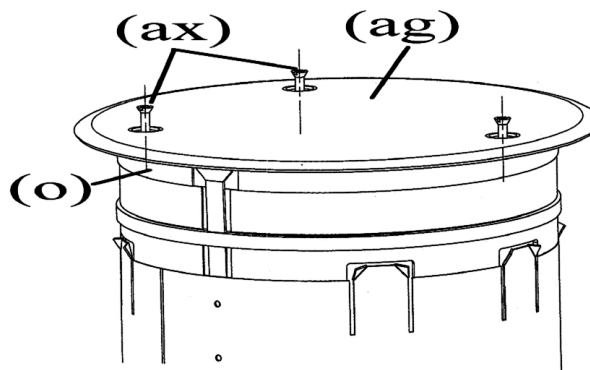

Fig. 6
2. Retirer le couvercle en enlevant les vis (ax) rattachant le couvercle de la boîte. Consulter la Fig. 6.
- Quitar el conjunto de la tapa retirando los tornillos (ax) que fijan la tapa a la carcasa. Ver la Fig. 6.